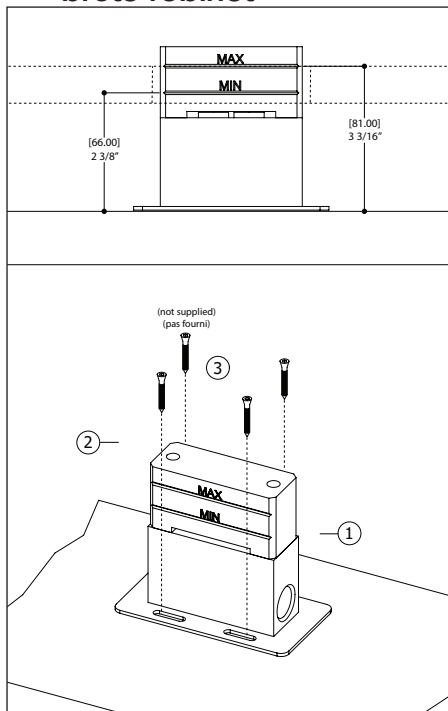

Fig.1
For correct installation, see the fig. 1 to definite the min/max that you can install the rough. After that, fix the rough on sub-floor with four screws (3) (not supplied). Then connect your supply pipes, complete the floor installations, when you are ready to install the faucet, remove the plastic component (2).
Pour que l'installation soit correcte, voir la fig. 1 pour défini le min/max que vous pouvez installer le rough. Après, fixer le brut sur la plancher avec les 4 vis (pas fournies). Ensuite, connectez les tuyaux d'alimentation, compléter les installations, et quand vous êtes prêt à installer le robinet, enlever le composant en plastique